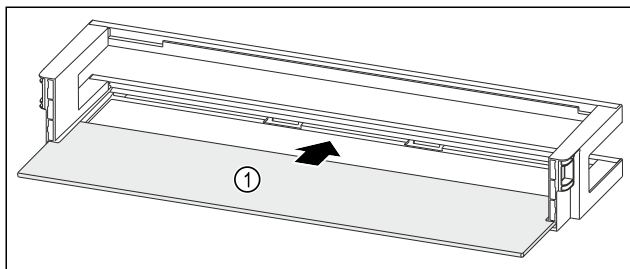

Fig. 133 Ajtópolc tárolólappal
- Tolja be a tárolólapot Fig. 133 (1) az oldalsó mélyedésé-